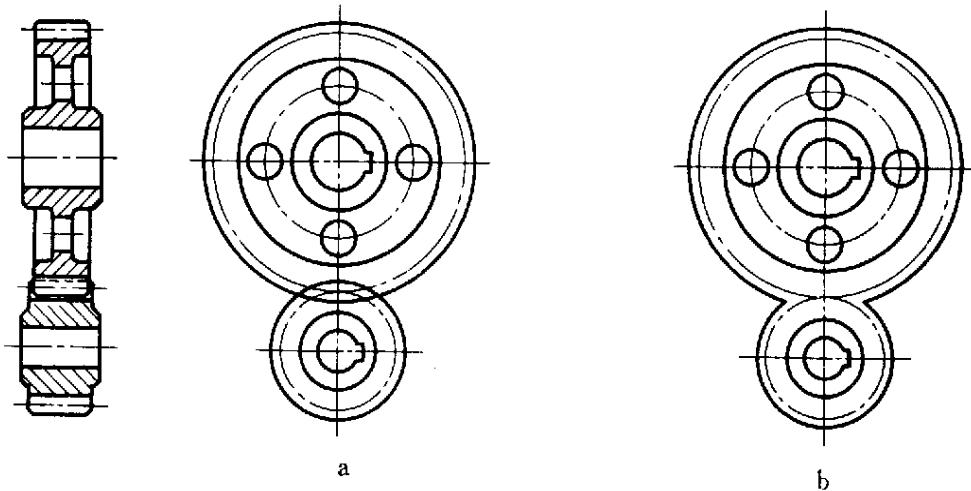
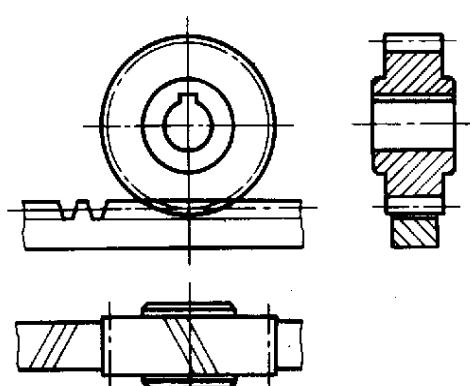

图 9
图 12
- 2.1** 在垂直于圆柱齿轮轴线的投影面的视图中，啮合区内的齿顶圆均用粗实线绘制（图9 a、11、12），其省略画法如图9 b所示。
- 2.3** 在圆柱齿轮啮合、齿轮齿条啮合和圆锥齿轮啮合的剖视图中，当剖切平面通过两啮合齿轮的轴线时，在啮合区内，将一个齿轮的轮齿用粗实线绘制，另一个齿轮的轮齿被遮挡的部分用虚线绘制（图9、11、16、18）；也可省略不画（图12、13、17）。